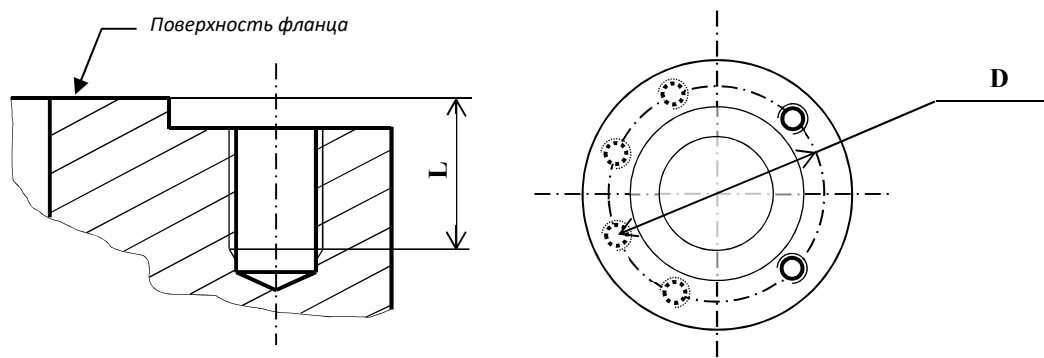
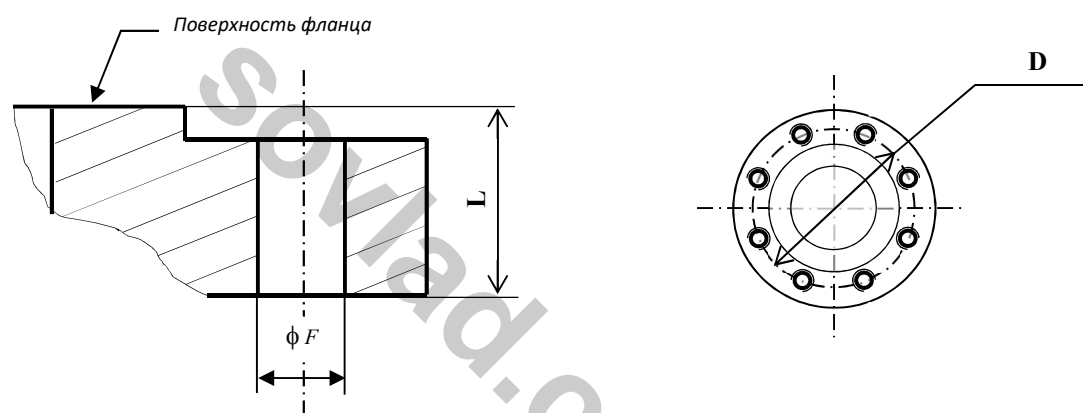

Рисунок 11. Параметры фланцевых соединений счетчиков с номинальными диаметрами до 100 мм включительно.
Рисунок 12. Параметры фланцевых соединений счетчиков Delta™ S3F с номинальными диаметрами 150 мм.
- 2.7 Параметры фланцевых соединений счетчиков (рис. 11 и рис. 12) приведены в таблице 9.